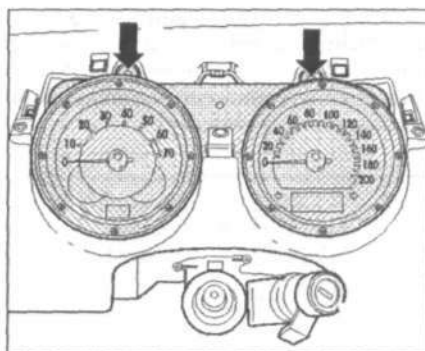

Рис. 13.55. Выкрутите два винта (стрелки) и извлеките щиток приборов.
8. Выкрутите два винта (стрелки) и извлеките щиток приборов (рис. 13.55). Отсоедините разъем проводки от щитка приборов.